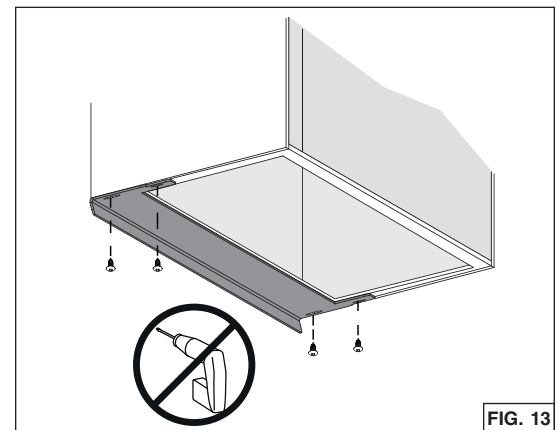

FIG. 13
8. Cintas protectoras, en 3 formatos diferentes, están incluidas con estos aparatos. Están diseñadas para gabinetes de hasta 13 pulg. de profundidad. Se ofrece un otro juego de 4 cintas protectoras para gabinetes de hasta 15 pulg. de profundidad (para BBN2243SS: HADTBN24, para BBN2303SS: HADTBN30). Elegir la cinta que puede cubrir el borde trasero del gabinete. Usar 4 tornillos para madera de cabeza redondeada n° 6 x 3/4 pulg. (incluidos) para sujetarla (FIG. 13).